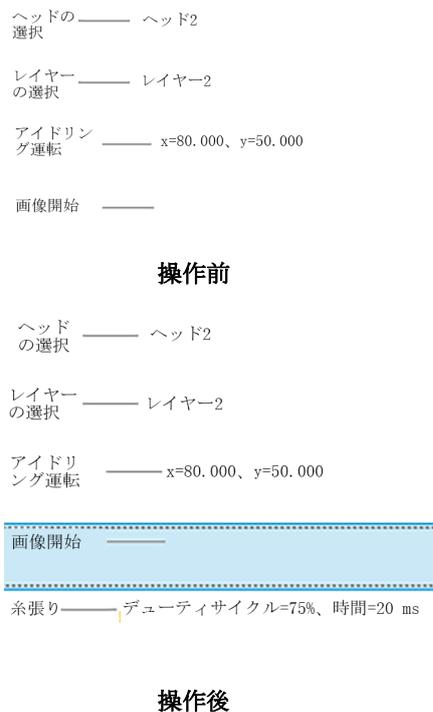

図 5.10.7a ヘッド開始コマンドセットの操作方法
③すべてのコマンドを追加した後、削除する必要がある場合、コマンドセグメントをダブルクリックするとパラメータ設定ボックスがポップアップ表示され、パラメータを変更することができます。コマンドを削除する必要がある場合、コマンドセグメントを選択し、「削除」ボタンをクリックします。コマンドセグメントを移動する必要がある場合、コマンドを選択した後、「↑」「↓」ボタンをクリックすると、コマンドセグメントを上下に移動できます。
④最後に「確認」ボタンをクリックすると、このデフォルトコマンドセットが保存されます。「コマンド処理」をクリックすると、ヘッド設定の各図形の開始位置にこれらのコマンドがデフォルトで追加されます。具体的な操作は図 5.10.7a の通りです。